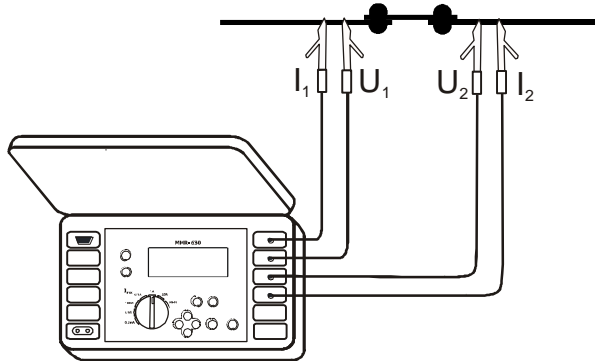

Ilustración 7. Manera de conectar los conductores de medición del medidor
El medidor es conectado al objeto medido de acuerdo a la Ilustración 7: los conductores de la tensión conectados a los enchufes U_1 y U_2 deben hallarse dentro de los conductores de la corriente conectados a los enchufes I_1 y I_2 . Tenga cuidado para seleccionar las terminales de medición adecuadas, ya que la precisión de las mediciones efectuadas depende de la calidad de las conexiones realizadas. Las conexiones deben garantizar un contacto bueno y permitir el flujo ininterrumpido de la corriente de medición. Es inadmisibles, por ejemplo, colocar las pinzas en los elementos cubiertos de cardenillo u oxidados – los elementos deben primero limpiarse o las mediciones deben realizarse por medio de una sonda.
- Conecte los conductores de medición de acuerdo a la Ilustración 7